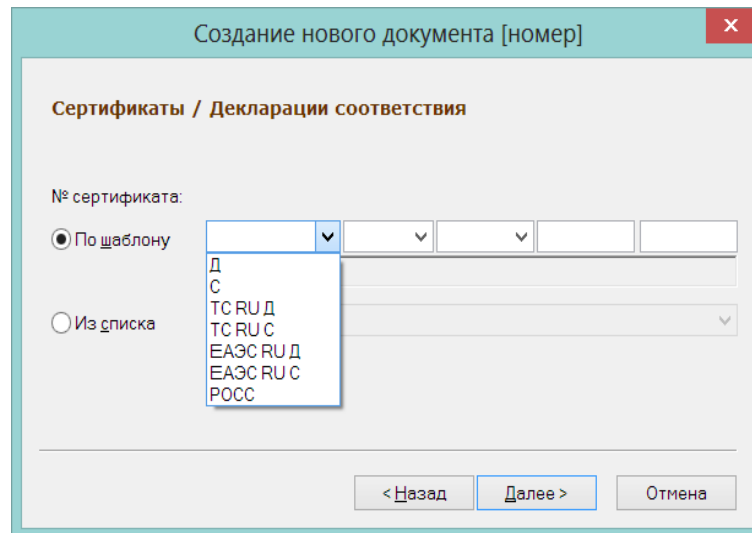
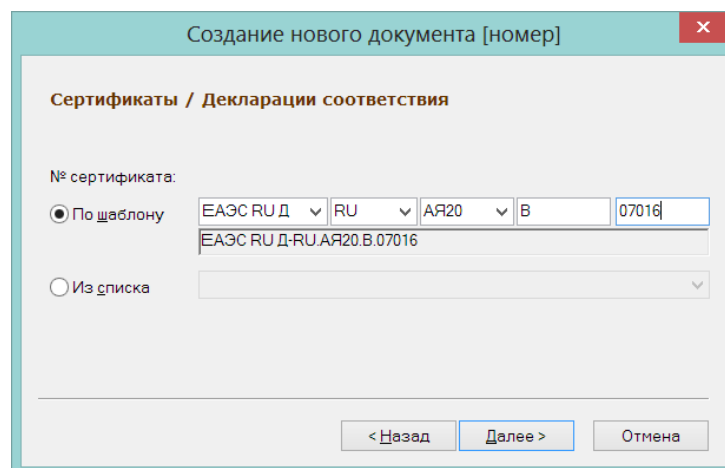

Рисунок 113 – Создание сертификата/декларации соответствия по шаблону (1)
Рисунок 114 – Создание сертификата/декларации соответствия по шаблону (2)
4. Ввести номер сертификата соответствия по шаблону (Рисунок 113, Рисунок 114). Шаблон построен с использованием правил формирования номера сертификата в соответствии с требованиями системы сертификации ГОСТ, технических регламентов Российской Федерации и Таможенного союза, а также по требованиям технических регламентов Евразийского Экономического Союза.
Под строкой ввода номера по шаблону показывается строка с результатом формирования номера (Рисунок 114):